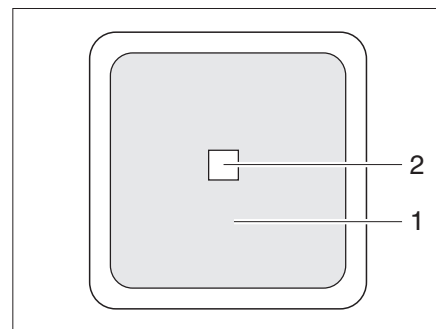

Fig. 259 Commutateur externe
- II "Remo." = l'appareil peut être mis en service et hors service avec le commutateur externe (Fig. 259,1).
Le commutateur externe de l'onduleur (Fig. 259) se trouve dans l'habitacle intérieur du véhicule ou dans l'emplacement de stockage. Le commutateur est identifié par l'inscription "Onduleur". La DEL (Fig. 259,2) indique l'état de fonctionnement de l'onduleur.